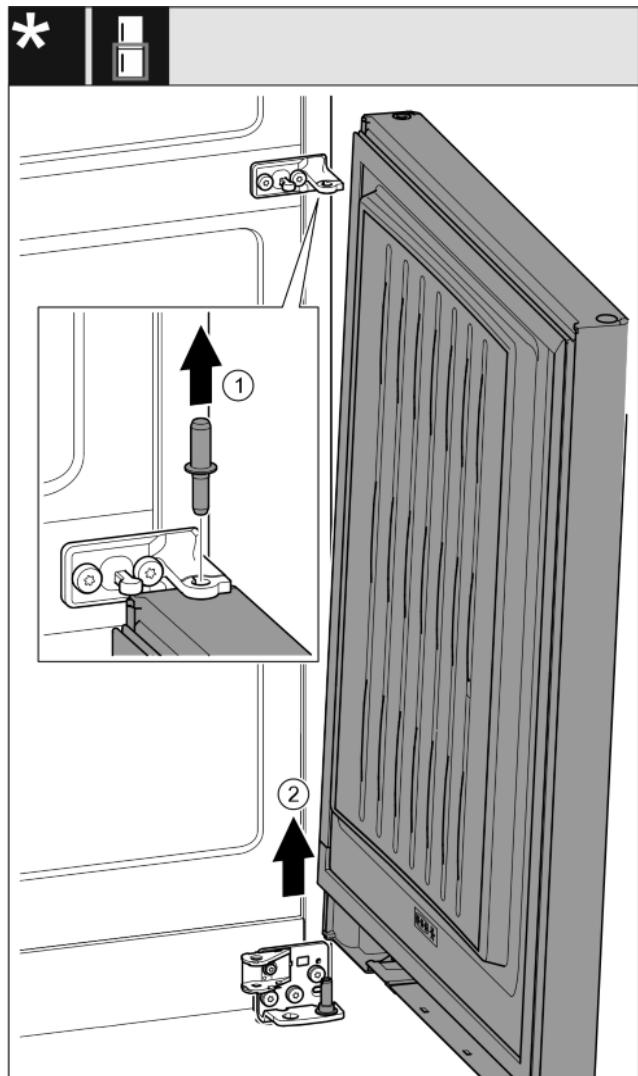

Fig. 19\*
- Bolzen nach oben herausziehen.\* Fig. 19 (1)
- Tür herausschwenken, nach oben ziehen und beiseite stellen.\* Fig. 19 (2)